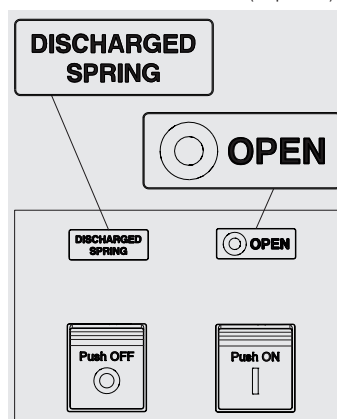

Figure 45
1. Disjoncteur ouvert avec ressorts débandés (voir Figure 45).